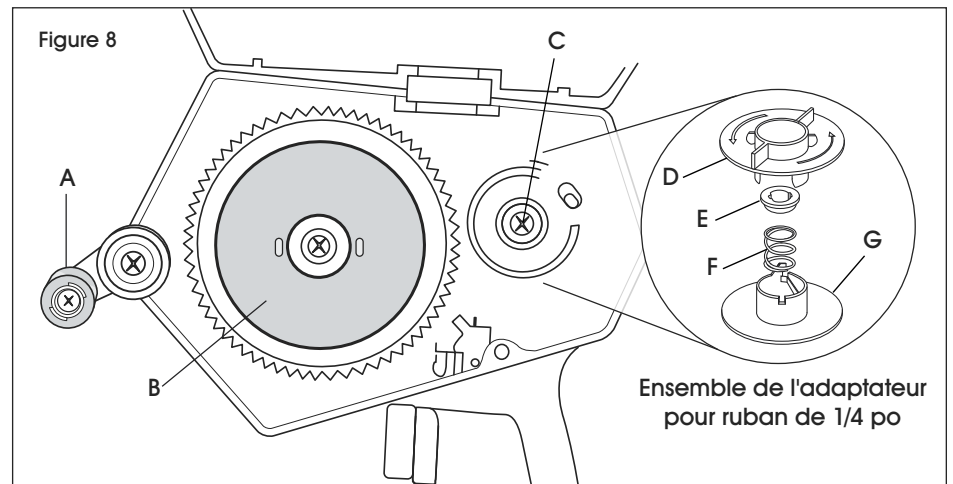

Figure 8
1. Replace roller (A) with 1/4" wide roller from kit. Secure with screw. Place the drive gear spacer (B) from kit on tape core reel. (See Figure 8)
2. Remove rewind hub (C), spring retainer (E), and spring (F). (See Figure 8)
3. Assemble outer rewind disk (D), spring (F), spring retainer (E), and inner rewind disk (G). Position inner rewind disk (G) and outer rewind disk (D) as shown. (See Figure 8)
1. Remplacez le rouleau (A) par le rouleau de 1/4 po de largeur de l'ensemble. Fixez à l'aide d'une vis. Placez la cale d'engrenage d'entraînement (B) de l'ensemble sur l'enrouleur du centre du ruban. (Voir Figure 8)
2. Retirez le moyeu de rebobinage (C), la cale-ressort (E) et le ressort (F). (Voir Figure 8)
3. Assemblez le disque de rebobinage externe (D), le ressort (F), la cale-ressort (E) et le disque de rebobinage interne (G). Placez le disque de rebobinage interne (G) et le disque de rebobinage externe (D) comme illustré. (Voir Figure 8)